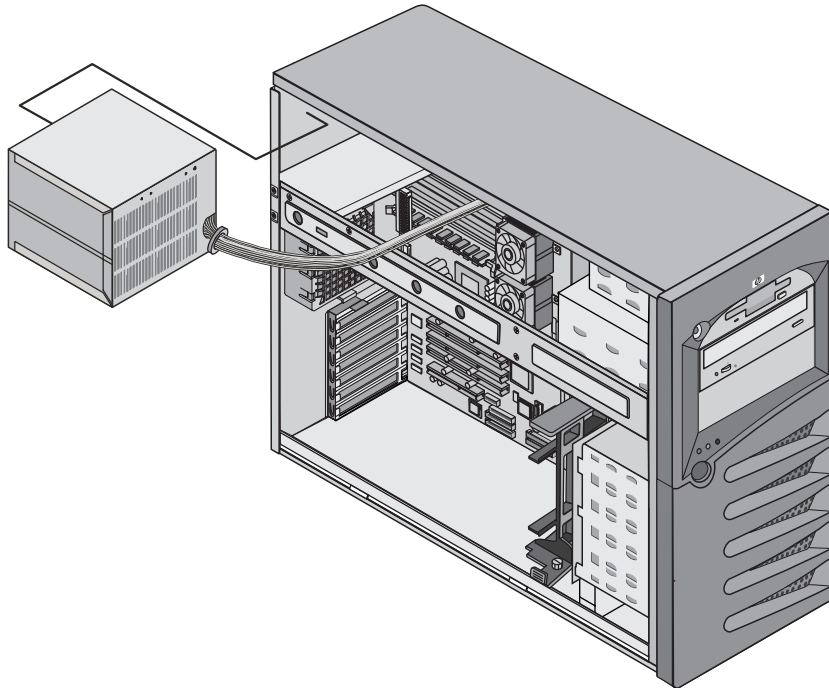

Abbildung 5-2: Entfernen des Netzteils
9. Entfernen Sie die vier Schrauben, mit denen das Netzteil am Gehäuse befestigt ist. Die Schrauben befinden sich an der Rückseite des Gehäuses (siehe Abbildung 5-2).